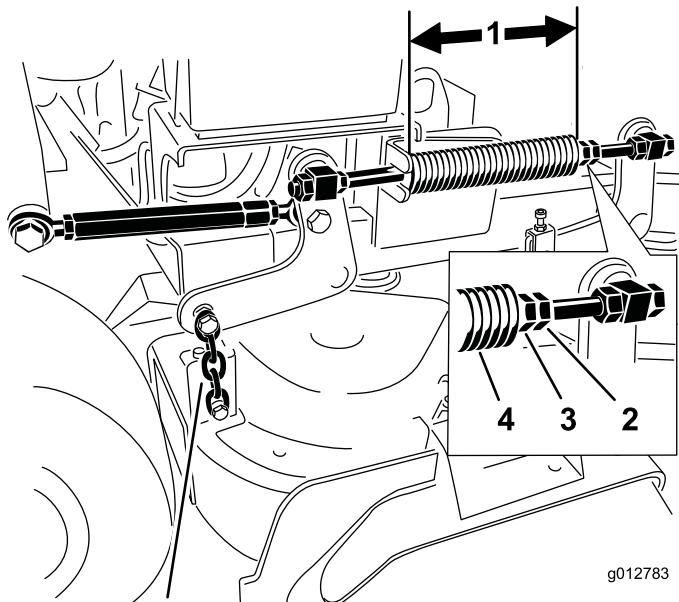

Figura 88
2. Compruebe la longitud del muelle de compresión. La longitud nominal es de 28,2 cm (11-1/8 pulgadas) para carcasa de corte de 36 pulgadas (91 cm) y 25,7 cm (10-1/8 pulgadas) para carcasa de corte de 102 cm (40 pulgadas) (Figura 88).
3. Ajuste esta distancia aflojando la contratuerca elástica y girando la tuerca que está delante de cada muelle (Figura 88).
4. Fije la tuerca en la posición deseada apretando la contratuerca elástica (Figura 88).